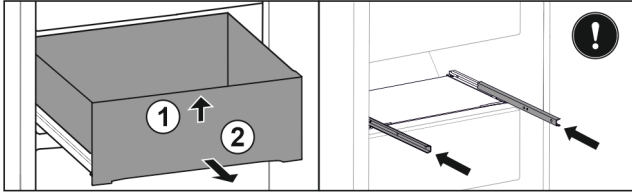

Fig. 98
- ▶ Приподнимите выдвижной ящик спереди. Fig. 98 (1)
- ▶ Извлеките выдвижной ящик движением вперед. Fig. 98 (2)